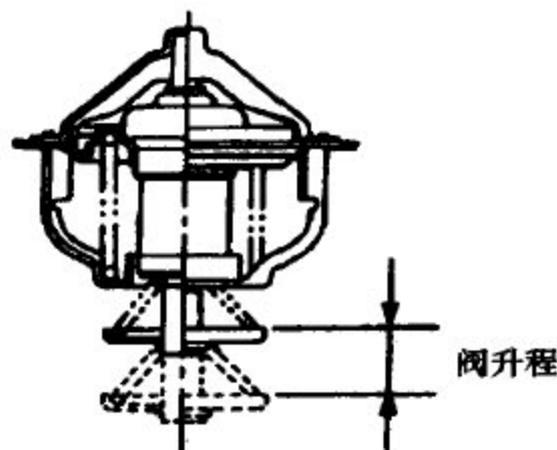

图 8-5
2). 使水温上升到全开温度时，检查阀的上升量是否为标准值(见图 8-5)。标准值： 95°C ，上升量：8.5mm 以上